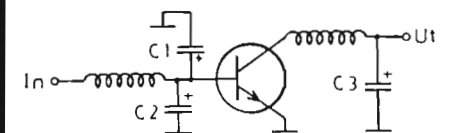

Fig 5. Förenklad krets av transistorförstärksteg.
4) Komponenterna i anpassningsnäten måste ha tillräckliga jordanslutningar. Jordning av C1 och C2 i *fig 5* är kritisk. Oftast erfordras en så liten impedans som 1 till 2 ohm, vilket betyder god jordning med korta ledare och ett effektivt jordplan. För att säkerställa detta brukar man använda två parallellkopplade kondensatorer, där vardera kondensatorn är ansluten till resp emitteranslutning.
5) Kondensatorer i anpassningsnätet, sådana som C3 i *fig 5*, erfordrar, trots att impedansen här inte är så låg, en god jordning. En direkt anslutning av kondensatorns jordsida med bägge sidorna på foliet är önskvärd.